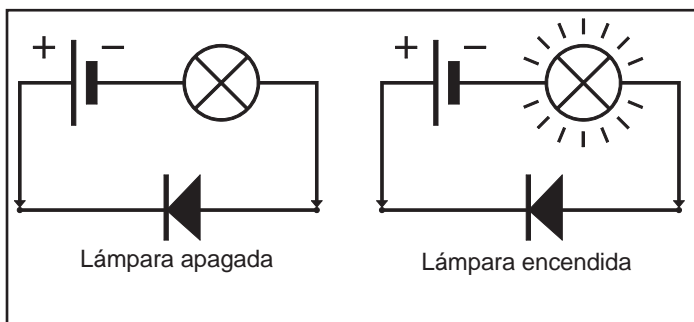

Figura 11 - Procedimiento de prueba del diodo
2. Esta prueba también se puede realizar utilizando una batería de 12 volt y una bombilla como se muestra en la Figura 11.